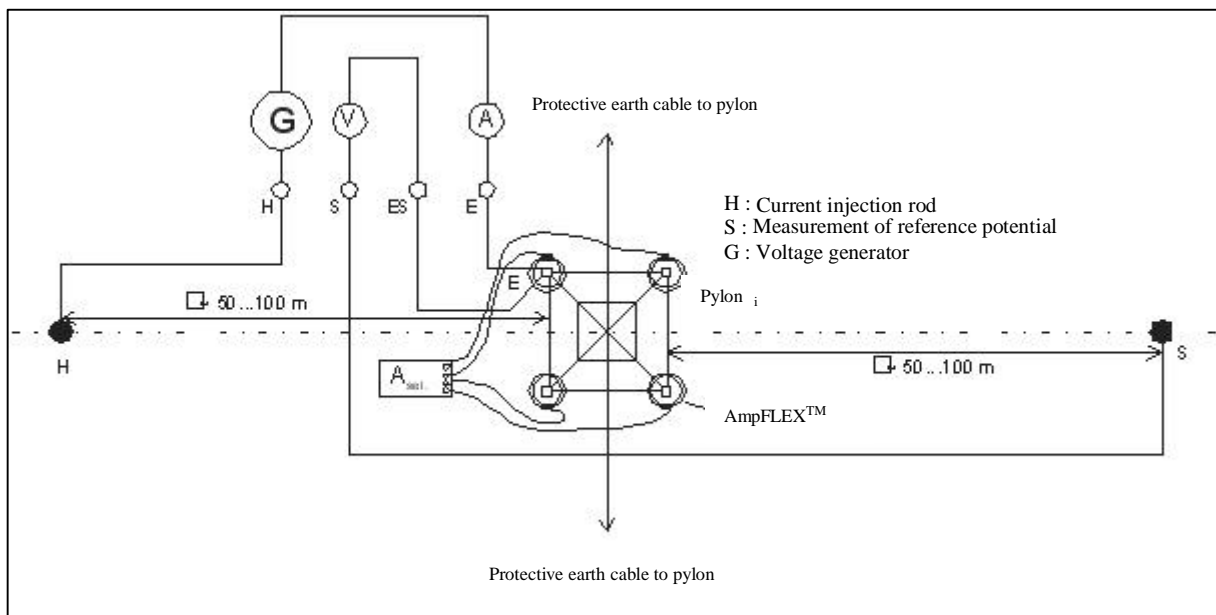

Fig. 2: Mätning utan att bryta jordlinan eller jordkretsen
Vanligtvis tas luftjorden till masten bort eller så bryts jorden upp till varje enskilt ben på masten. (se. Fig.2).
Skissen ovanför (Fig. 2) visar hur CA 6472 genererar (G) vilken injekterar ström i masten via ingång "E". Under tiden detta sker, kommer en del av strömmen att passera genom jordlinan och mastens jordkrets som är ansluten till den. Strömloopen är ansluten till jord och till den parallella jordkretsen (H). Summan av kryptströmmarna i jordsystemet mäts av CA 6474 (A_{sel.}) med AmpFLEX™ flexibla spolar anslutna till de fyra benen på masten. CA 6474 är ansluten till CA 6472 jordbrygga. Spänningen (V) mäts mellan "ES" ingången på masten samt till spänningssond "S". Ström och spänning som uppmäts visas som jordimpedans.